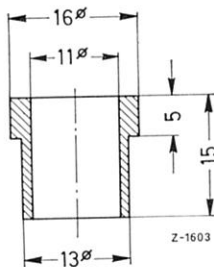

Bild 46–15/8
Anm.: Das Druckstück (30) ist nach den in Bild 46–15/8 angegebenen Maßen selbst anzufertigen.
21 Zunächst den unteren Außenring des Schrägkugellagers mit der Montagevorrichtung (siehe Bild 46–15/5) in das Gehäuse einpressen.